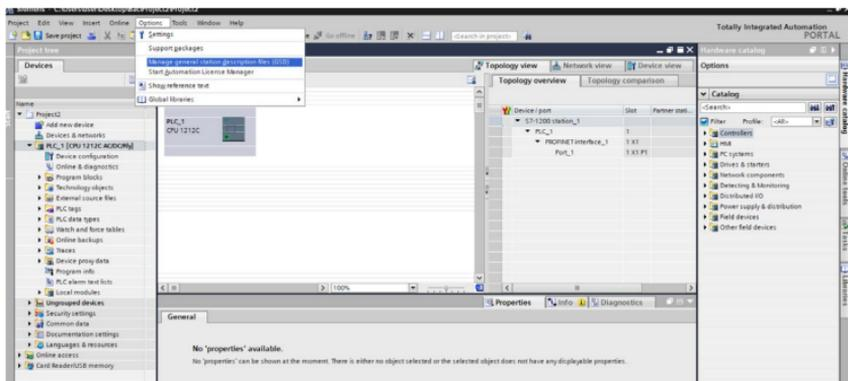
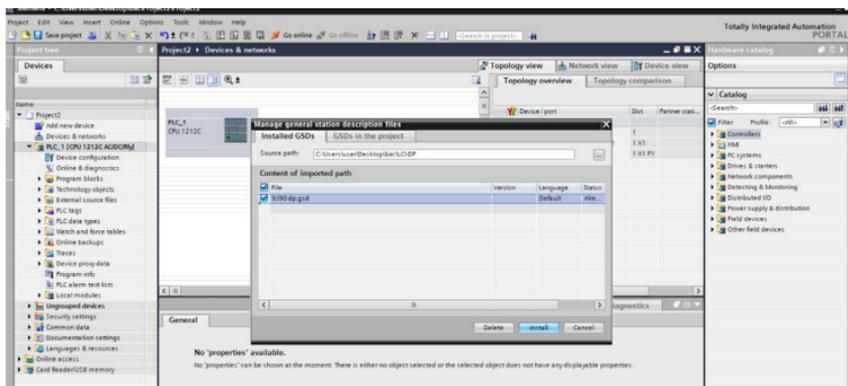

Рисунок 7 – Путь для установки GSD-файла
Рисунок 8 – Установка GSD-файла
3. В меню «Options» выбрать «Manage general station description files (GSD)» (рисунок 7), после чего выбрать файл GSD, предварительно скачав его на сайте www.instart-info.ru в разделе «Поддержка и сервис» - «Документация»-«Преобразователи частоты серии LC1», для установки нажать кнопку «Install» (рисунок 8). После загрузки закрыть окно при помощи кнопки «Close».